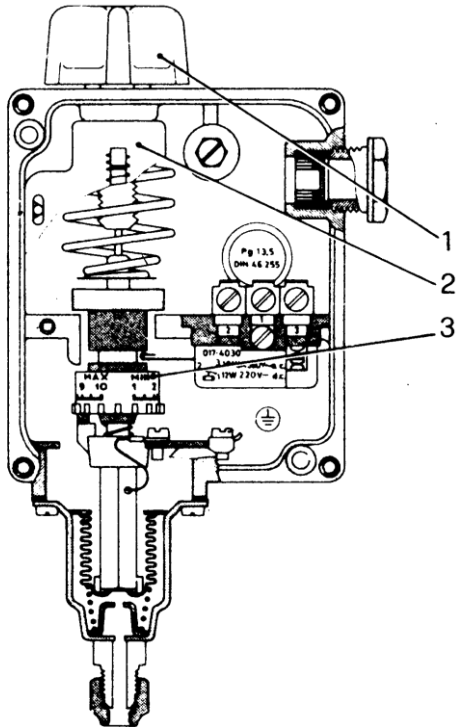

Fig. 3
**Réglage du pressostat (Fig. 3):**
- Tourner la poignée (1) jusqu'à ce que l'index de l'échelle (2) arrive à la valeur de pression à laquelle on veut faire partir le brûleur;